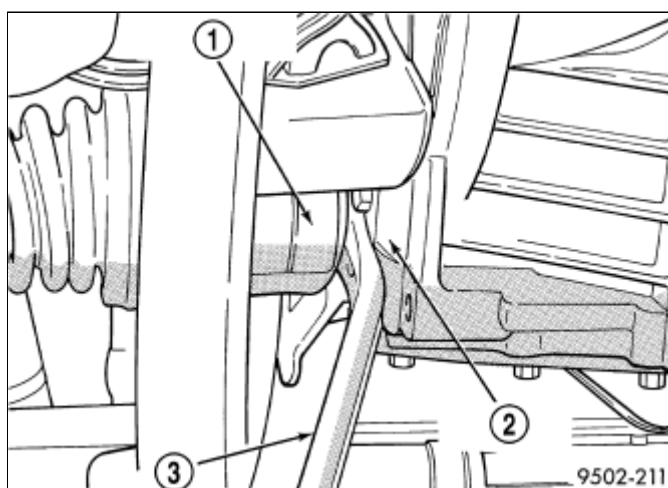

图 6 将内三脚接头与变速驱动桥分离
13. 支撑半轴总成的外端。在内三脚接头与变速驱动桥箱（2）\(图 6\)之间插入撬杠。撬动内三脚接头（1），使三脚接头固定卡环与变速驱动桥侧齿轮分开。